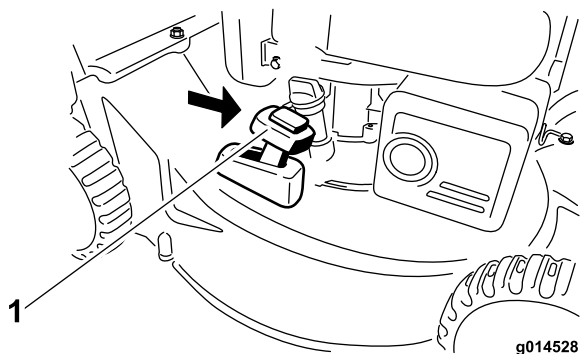

Figura 18
2. Installate il cesto di raccolta; fate riferimento a Rimozione del cesto di raccolta (pagina 11) e spostate la leva di comando del cesto nella posizione di **raccolta** (Figura 18).
a Rimozione del cesto di raccolta (pagina 11). La leva di comando del cesto deve essere in posizione di **raccolta** (Figura 18).